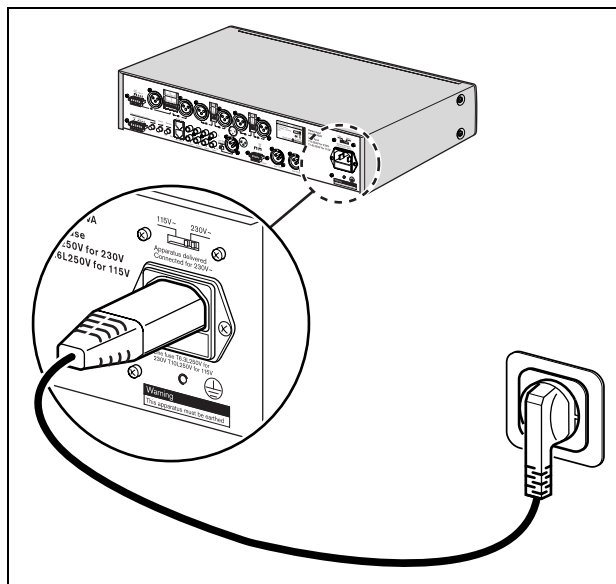

рисунок 3.2: Подключение питания и переключатель напряжения
- 1 Проверьте, чтобы переключатель напряжения (115В/ 230В) был установлен в соответствии с напряжением в сети, принятом в вашей стране (см. рисунок 3.2).